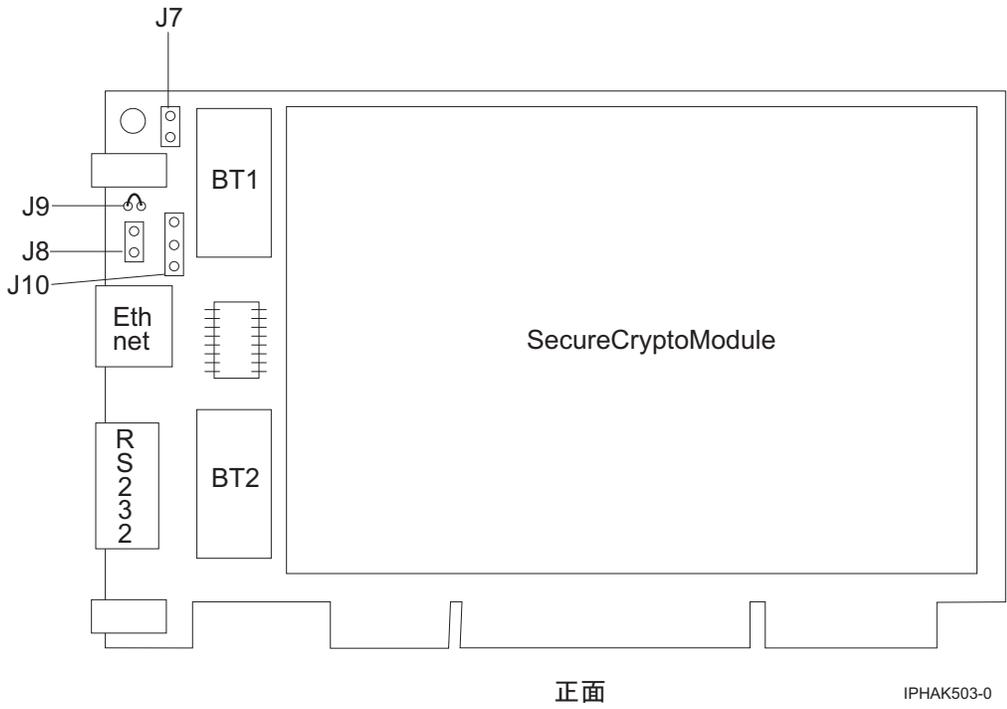

図 47. アダプター正面
6. キットに付属しているバッテリー・トレイに、新しいバッテリーのうち 1 つを挿入します。バッテリーの + をバッテリー・トレイの + (赤いワイヤーが付いている端) の位置に合わせてください。トレイのワイヤーを RS-232 シリアル・ポートの付近にある J10 コネクターに接続します。196 ページの図 47 を参照してください。コネクターは、正しく接続されるように分極されています。